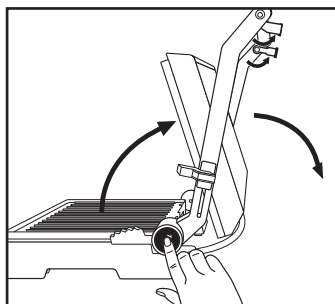

Fig. 1
- 1) Despliegue ambos pies de apoyo **1** (fig. 1).
- 2) Pulse el botón de desenganche 180° **3** (fig. 1) y abra la tapa del aparato hasta que ambas placas de calentamiento **10** puedan utilizarse como grill de mesa.